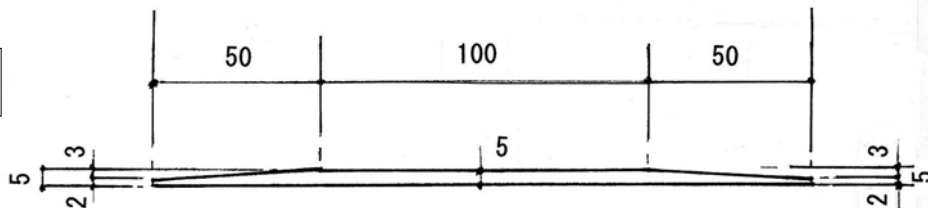

図3 火だね取りヘラ図 【単位：mm】
| 【図3】火だね取りヘラ図 | 6 |
(4) 火だね取りヘラ (図 3 参照)